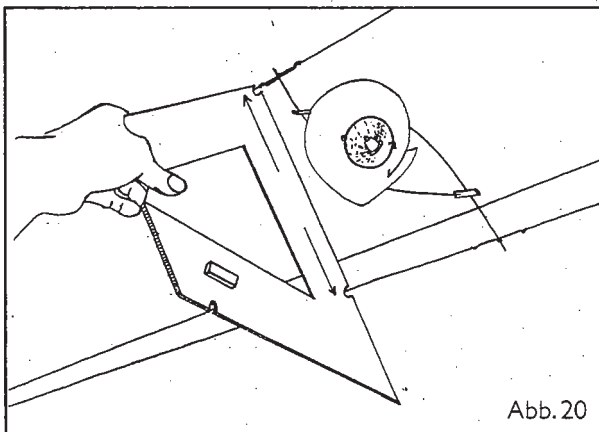
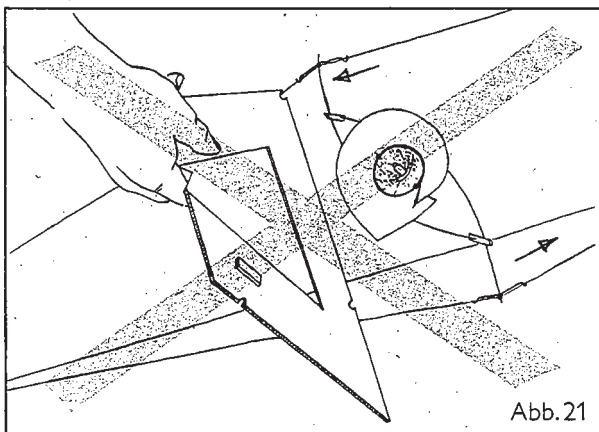

Abb. 20
Abb. 21
3. Die Elemente stehen im richtigen Winkel zu den Seilen, wenn der vertikale Abstand der Seile (am Element gemessen) 24 cm beträgt. Kontrollieren Sie den exakten Abstand mit Hilfe der Einkerbungen an der Bohrschablone (Abb. 20). Bei geringerem oder größerem Seilabstand als 24 cm wird der Winkel des Elements durch leichtes Verschieben der Haltefedern auf dem Seil korrigiert (Abb. 21).